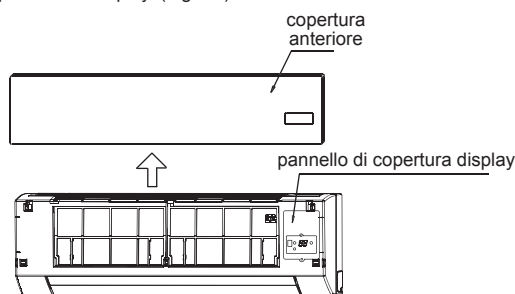

Fig. 7-1
- Estrarre la copertura anteriore, quindi smontare il pannello di copertura del display. (Fig 7-1)